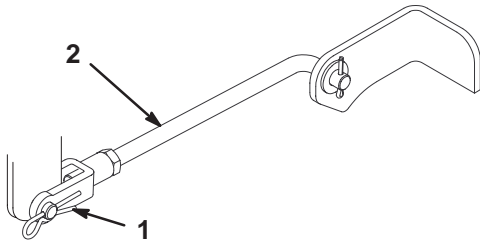

Figure 46
3. Enlevez la goupille fendue et l'axe de chape des tourillons avant (Fig. 46).
6. Fixez les tourillons avant à la machine à l'aide des axes de chape et des goupilles fendues (Fig. 46).